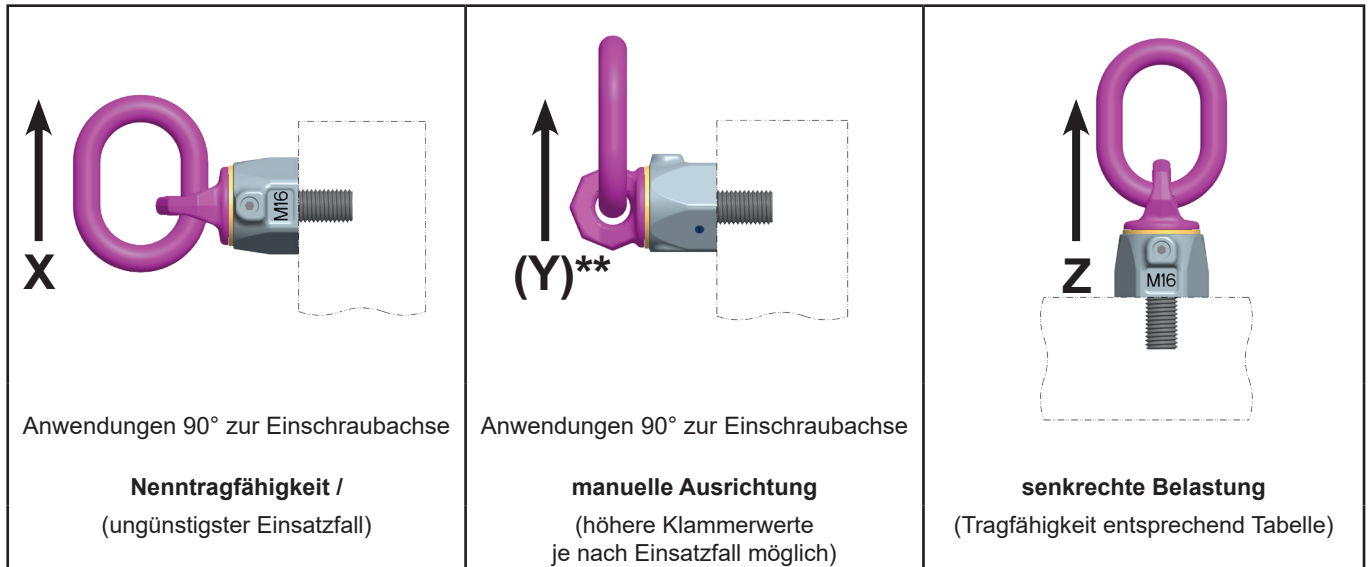

Abb. 7: Belastungsrichtungen
** Klammerwerte () aus Tabelle 3 sind nur bei manueller Ausrichtung (vgl. Abb. 7 - Bild Y) während des Hebevorgangs zulässig!